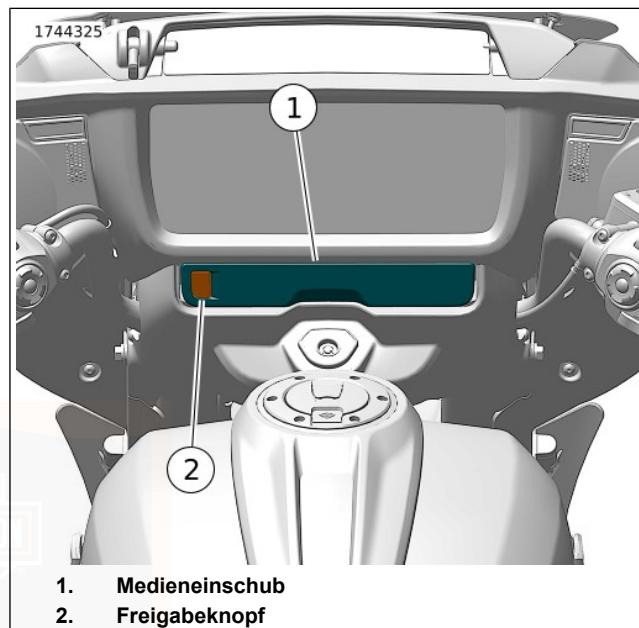

Abbildung 56. Medienfach: Gabelmontierte Verkleidung
Siehe Abbildung 56. Das Medienfach ist ein Behältnis in der Instrumententafel, das genutzt werden kann, um ein Mediengerät anzuschließen oder kleine Artikel zu verstauen. Media-Player und USB-Speichermedien mit Mediendateien können über den USB-C-Anschluss (Universal Serial Bus Typ-C) angeschlossen werden. Das IFCU-System wird auch über ein USB-C-Speichermedium aktualisiert.
Öffnen: Siehe Abbildung 56. Die Entriegelungstaste (2) drücken, um das Medienfach (1) zu öffnen.